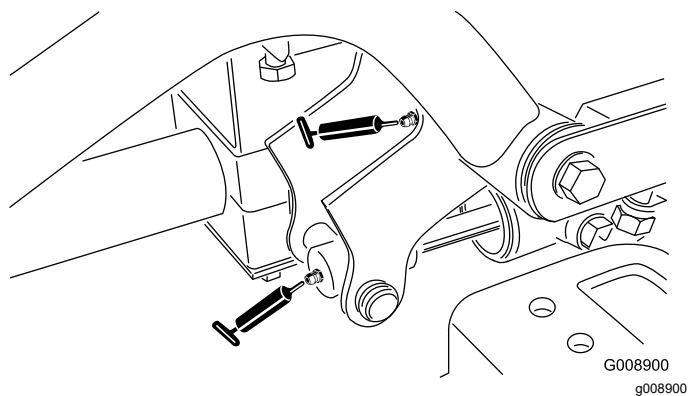

Figura 66
- Pivot bra de ridicare dreapta față i cilindru de ridicare (2 fittinguri - Figura 66)